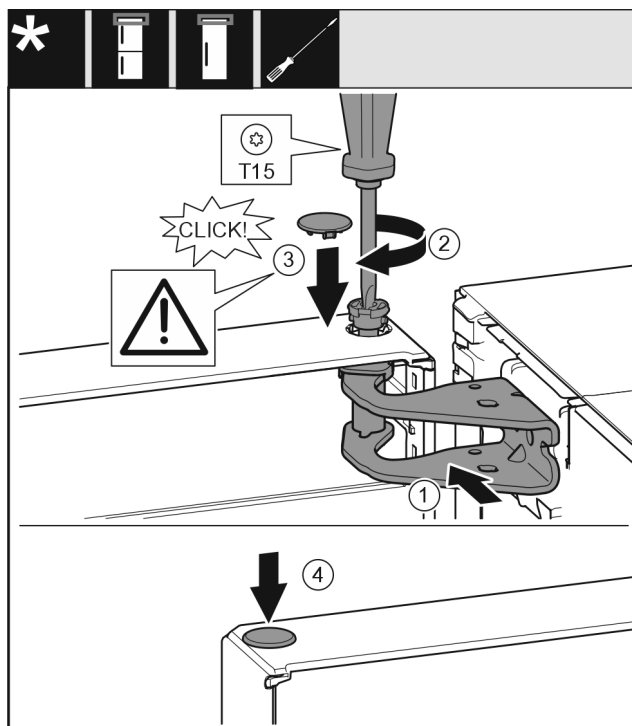

Fig. 20
- ▶ Tür oben zur Öffnung im Lagerbock Fig. 20 (1) ausrichten.
- ▶ Bolzen Fig. 20 (2) einsetzen und mit Schraubendreher festschrauben.
- ▶ Abdeckung Fig. 20 (3) einsetzen.
- ▶ Kontrollieren, dass die Abdeckung Fig. 20 (3) auf der Tür aufliegt.
- ▶ Abdeckung Fig. 20 (4) einsetzen.